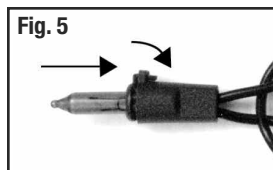

Fig. 5
4. **DANDO FORMA:** Las ramas deben caer hasta alcanzar su posición natural durante el ensamblado. Si aún tiene ramas en posición vertical, bájeles gentilmente a su posición apropiada (Figure 5). Ver **IMPORTANTE NOTA** debajo.